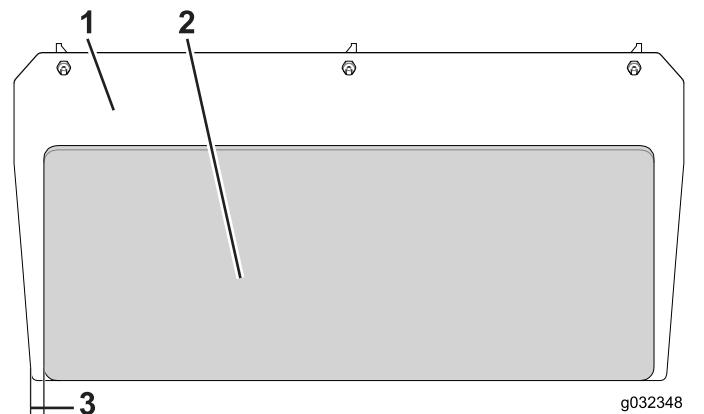

Bild 4
4. Entfernen Sie das Trägermaterial und bringen das Schutzblech der hinteren Abdeckung an der Motorseite der hinteren Abdeckung an (Bild 4).
**Hinweis:** Zentrieren Sie das Schutzblech der hinteren Abdeckung entlang der Breite der Platte und lassen einen Abstand von 29 mm von jeder Kante (Bild 4).